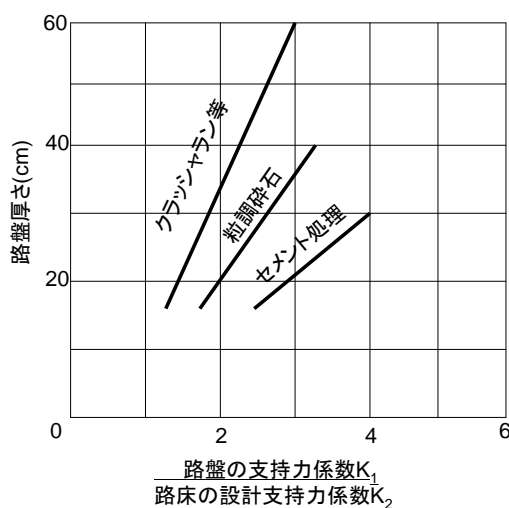

Figure 1
3. 路床の設計支持力係数が  $50(\text{MN}/\text{m}^3)$  である。下層路盤をクラッシュラン路盤で 20cm 厚さにするとすれば、路盤面の支持力係数  $K_1=200(\text{MN}/\text{m}^3)$  とするためには、上層路盤を粒度調整碎石とした時の必要厚さは (ノ) (cm) である。また、セメント安定処理とした時は (ハ) (cm) である。(Figure 1 参照)。
4. (1) コンクリート版の幅  $B=4.0(\text{m})$ 、長さ  $L=10(\text{m})$ 、厚さ  $h=0.3(\text{m})$  および摩擦係数  $f=1.0$  の場合に、 $\phi=22(\text{mm})$  の鉄筋を用いたタイバーの必要断面積  $A_s = \text{(ヒ)}$  ( $\text{m}^2$ )、必要本数  $N = \text{(フ)}$  (本)、最小長さ  $r = \text{(ヘ)}$  (m) である。なお、コンクリート版1枚に作用する摩擦力  $F=0.024fBLh(\text{MN})$  であり、鉄筋の許容応力度は  $130(\text{MN}/\text{m}^2)$ 、付着許容応力度  $1.6(\text{MN}/\text{m}^2)$  である。